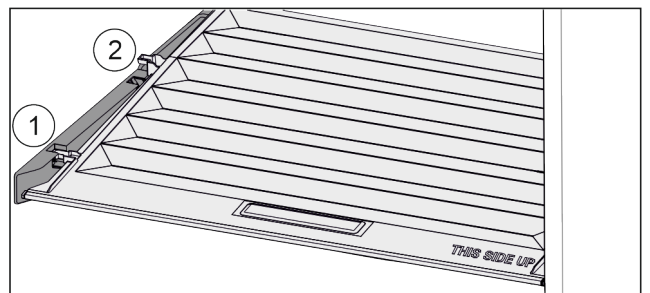

Fig. 45
- ▶ Arrastre hacia adelante Fig. 45 (1) la tapa hasta la abertura en las piezas de soporte.
- ▶ Levántela de la parte trasera desde abajo y quítela Fig. 45 (2) hacia arriba.